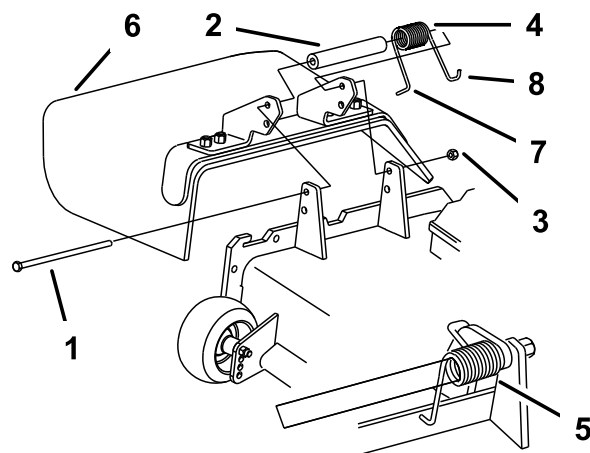

Figure 30
2. Retirez le contre-écrou, le boulon, le ressort et l'entretoise qui fixent le déflecteur aux supports de pivot (Figure 30). Déposez le déflecteur d'herbe s'il est endommagé ou usé.
coupe avant de mettre le boulon en place, comme montré à la Figure 30.
4. Remettez le boulon et l'écrou en place. Accrochez l'extrémité en J du ressort au déflecteur d'herbe (Figure 30).